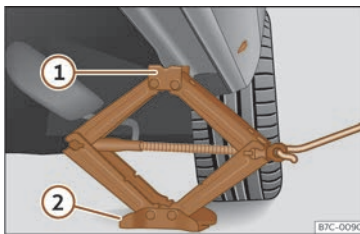

Fig. 250 Larguero: colocación del gato del vehículo.
- Gire la manivela del gato, situado bajo el punto de apoyo del larguero, para elevarlo hasta que la pestaña ① >>> fig. 250 quede situada bajo el alojamiento previsto.
- Alinee el gato de modo que la pestaña ① “agarre” en el alojamiento previsto del larguero y la placa base móvil ② quede apoyada en el suelo. La placa base ② debe caer en la vertical respecto al punto de apoyo ①.